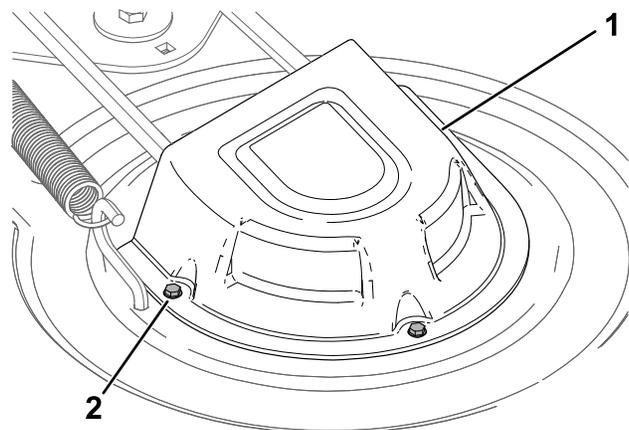

Figura 56
4. Allentate le viti e rimuovete le coperture delle pulegge (Figura 56).